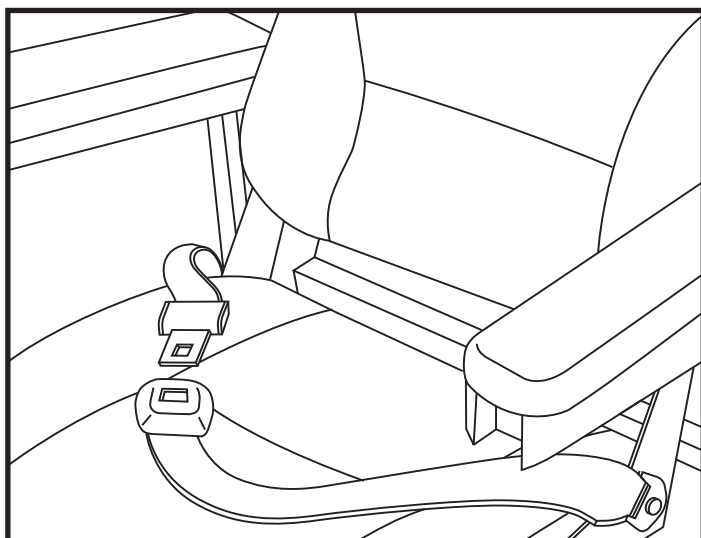

Figura 14. Regolazione della cintura di posizionamento
La Carrozzina elettrica può disporre di una cintura di posizionamento regolabile secondo la comodità dell'utente. **Vedere figura 14.** La cintura di posizionamento è progettata per sostenere l'utente in modo che non scivoli verso il basso o in avanti sul sedile e può essere regolata per maggiore comfort dell'utente. La cintura di posizionamento non deve essere usata come dispositivo di contenimento.
1. Una volta seduti, inserire la linguetta metallica su un lato della cintura nell'alloggiamento in plastica sul lato opposto fino a sentire un clic. **Vedere figura 14.**